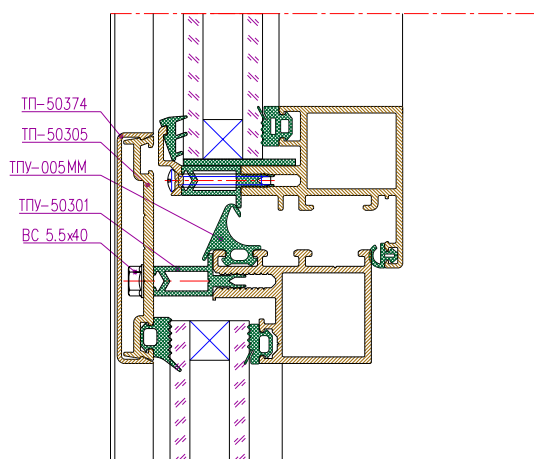
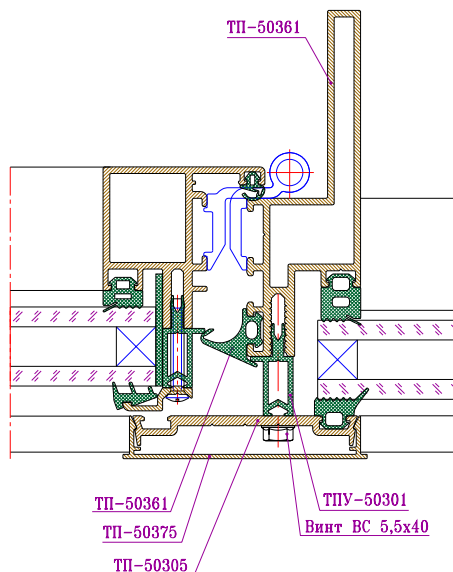

Рис.10-20 Установка уплотнителя ТПУ-005ММ, термовставки ТПУ-50301 на участках со скрытой створкой
Рис.10-21 Установка уплотнителя ТПУ-005ММ, термовставки ТПУ-50301 на участках со скрытой створкой
- По периметру проема для скрытой створки, на ригели ТП-50365 (рис.10-20) и стойки ТП-50361 (рис.10-21) установить в соответствующие пазы: уплотнитель ТПУ-005ММ, термовставку ТПУ-50301 (выступом в сторону проема);